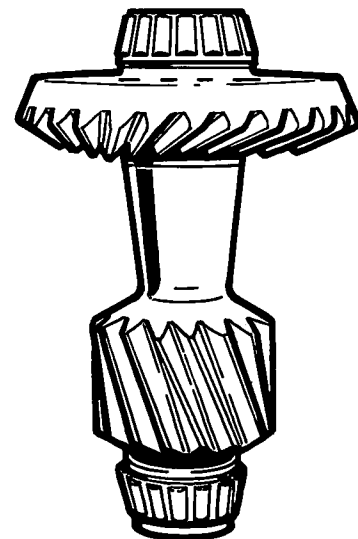

Fig. 14
- Pers de conussen van de rollagers (43 en 48) tegen de borst op de as, zo, dat de conussen goed aanliggen tegen de borst (fig. 14).